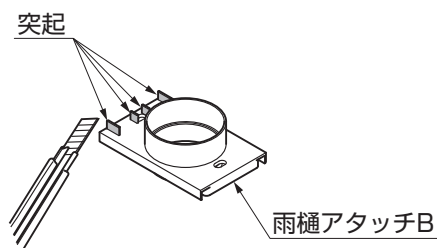

図11-35
- ⑤雨樋アタッチBの4ヶ所の突起をカッターで除去してください。(図11-35参照)
- ⑥天井材にφ3.2の下穴をあけてから雨樋アタッチBを雨樋アタッチメントに挿入し【6-1】で取付けてください。
- ⑦ 縦樋の長さをH24の場合は2138mmに、H29の場合は2593mmに切断してください。